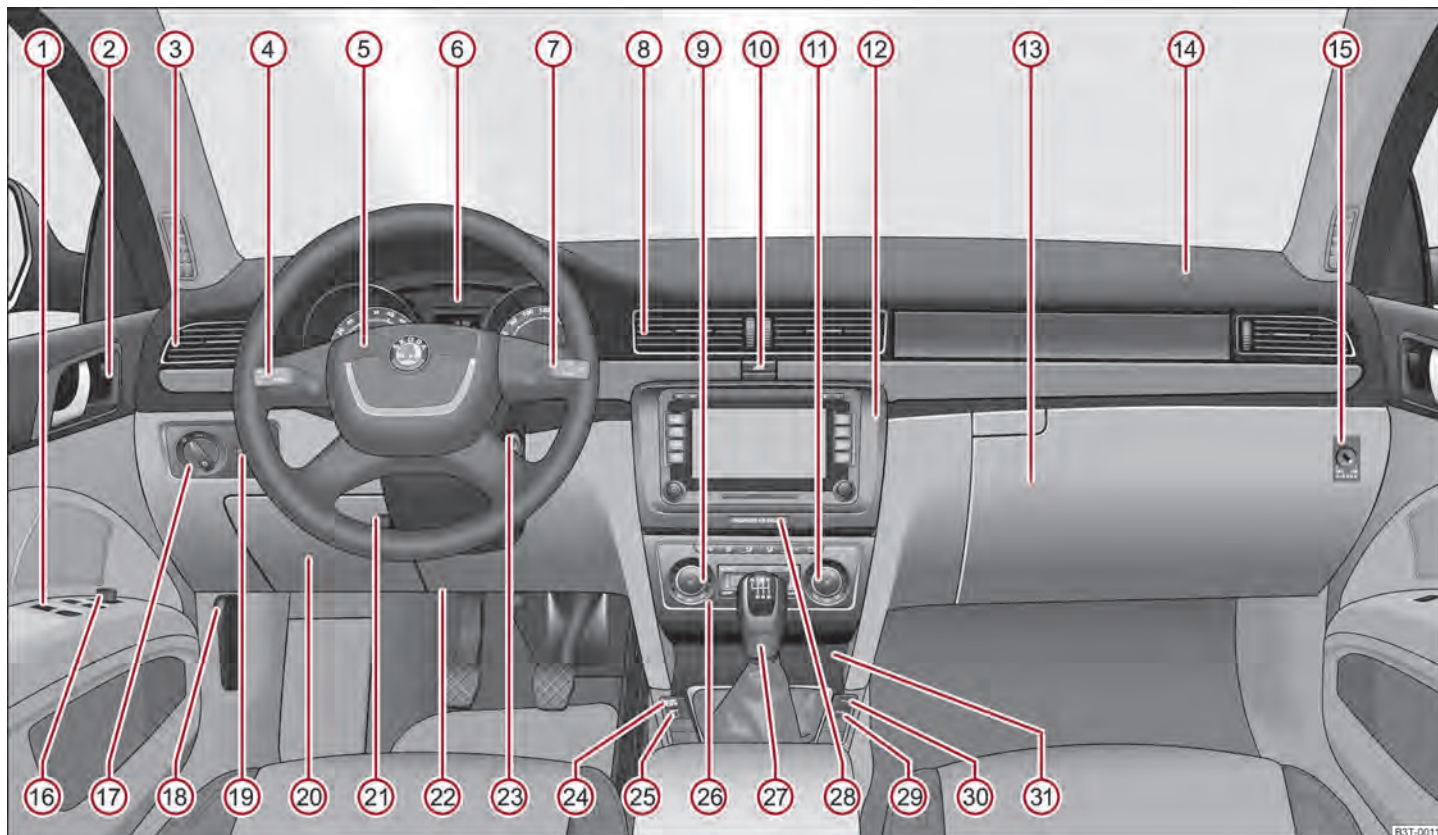

Abb. 1 Cockpit
- Bei Fahrzeugen mit Rechtslenkung weicht die Anordnung der Bedienungselemente zum Teil von der in ⇒ **Abb. 1** gezeigten Anordnung ab. Die Symbole entsprechen jedoch den einzelnen Bedienungselementen. ■